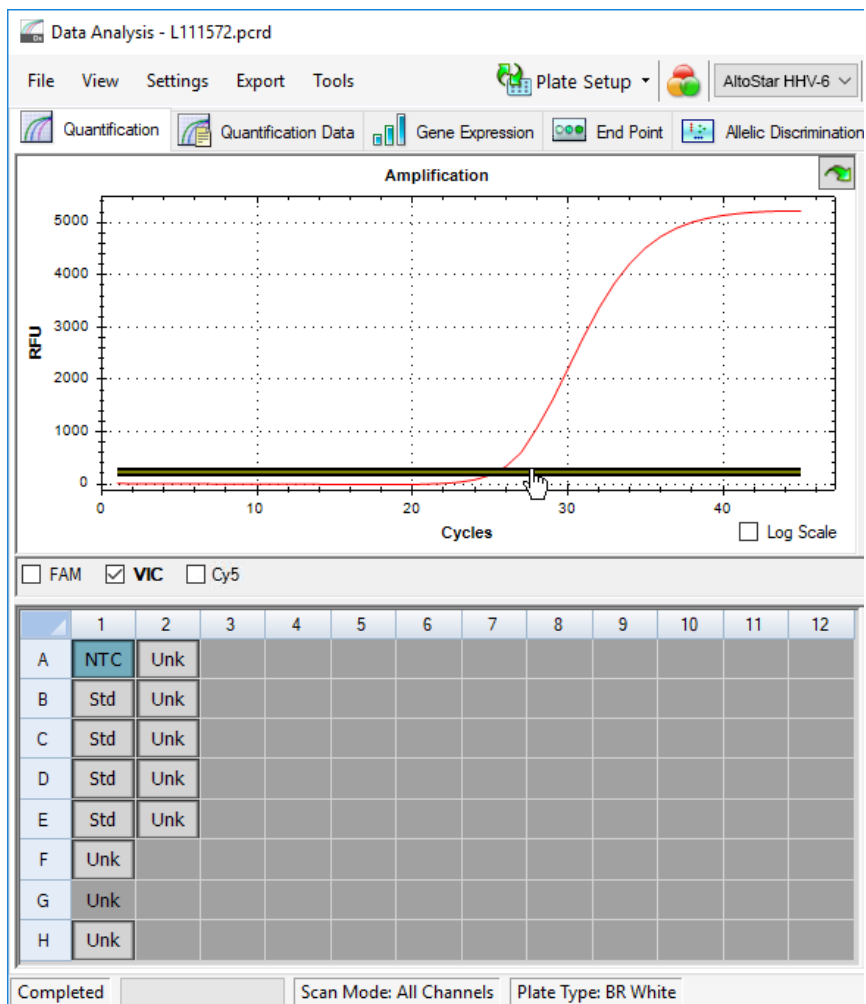

Figura 9: Janela Data Analysis (Análise de Dados): definição do limiar VIC™
2. Do lado esquerdo da janela Data Analysis (Análise de Dados), assinale apenas a caixa de verificação **VIC** para o canal de detecção do IC (consulte a figura 9).
3. Selecione apenas o poço NTC na vista da placa da janela Data Analysis (Análise de Dados) (consulte a figura 9).
4. Arraste o limiar para a área exponencial do sinal NTC (consulte a figura 9).